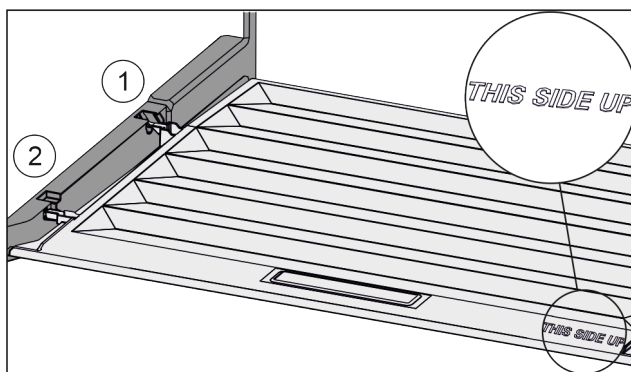

Fig. 86
- ▶ Sätt in lockbygeln över öppningen för den bakre hållaren Fig. 86 (1) och fäst den framtill i hållaren Fig. 86 (2).